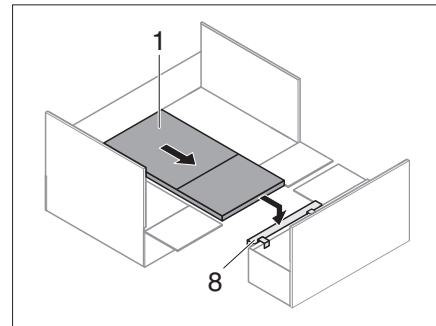

Fig. 221 Mesa sobre el soporte del armazón de cama
- Enganchar el soporte del armazón de cama (Fig. 221,8).
- Extraer la mesa acoplable (Fig. 221,1) y posicionarla sobre el soporte del armazón de cama enganchado (Fig. 221,8).